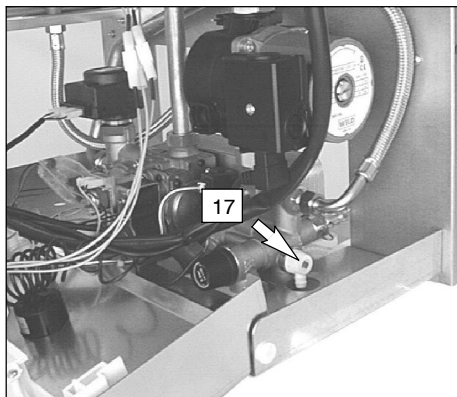

fig. 9.4
- 2 Allentare il rubinetto di svuotamento caldaia 17 in fig. 9.4